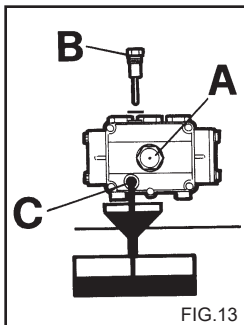

FIG.13
- 2) Den Deckel mit dem Kontrollstab (Fig.13) aufdrehen.